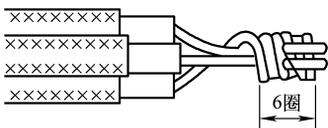

图 1-17 三根单股导线在接线盒内的缠卷并接法连接
1. 三根单股导线在接线盒内的缠卷并接法连接 (见图 1-17)